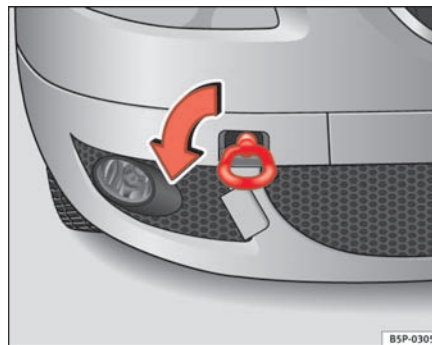
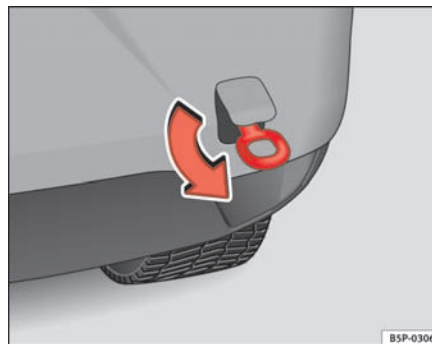

Fig. 199 Foran i højre side på bilen: montering af slæbøjje foran
Fig. 200 Montering af slæbøjje bag på bilen
- Skru slæbebøjet i hullet med gevind foran ⇒ side 256, fig. 199 eller bagpå ⇒ side 256, fig. 200. Du skal dreje det *mod uret* i pilens retning og så langt ind, som det kan komme.